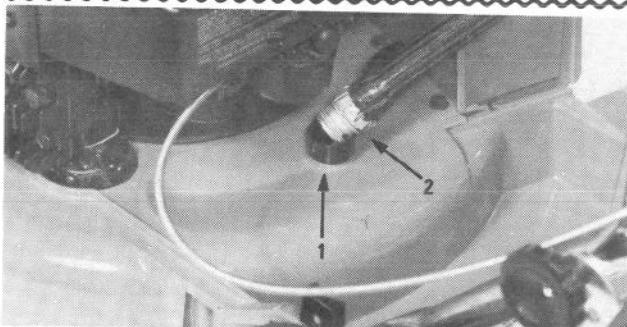

Figure 26
3. Mettez le moteur en marche. Insérez le bout du tuyau, sans la lance, dans l'orifice de lavage (Fig. 26). Utilisez une pression d'eau moyenne, laissez l'eau couler et le moteur fonctionner pendant environ deux minutes. L'action créée par la rotation de la lame et l'eau chasse les débris accumulés sur le dessous du carter de la tondeuse. Lorsque l'herbe a complètement été évacuée et que l'eau est de nouveau claire, arrêtez le moteur. Débranchez le fil de haute tension de la bougie une fois que toutes les pièces sont arrêtées et accrochez le bout du fil dans le trou cranté (Fig. 27).